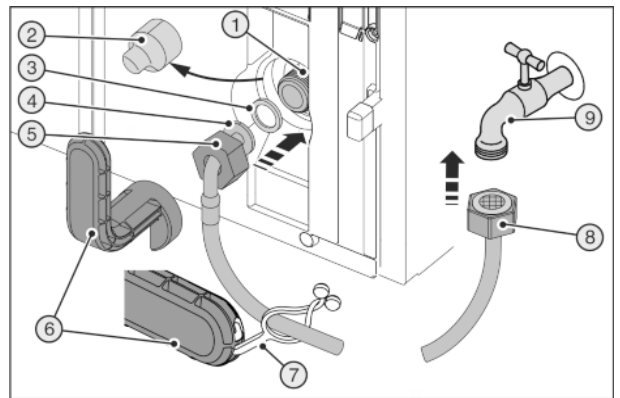
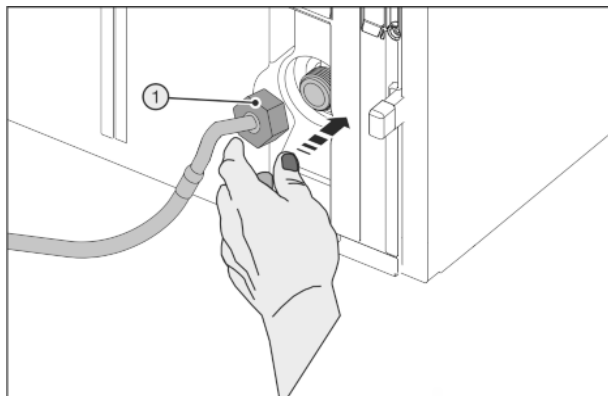

Fig. 28
Fig. 29
Zerbrochenes Hilfswerkzeug Fig. 28 (6)!
- ▶ Hilfswerkzeug Fig. 28 (6) ausschließlich bei Raumtemperatur verwenden.
- ▶ Abdeckung Fig. 28 (2) abziehen.
- ▶ Erleichterte Montage: Gerades Schlauchende Fig. 28 (8) nach links auf den Boden auslegen.
- ▶ Mutter Fig. 28 (5) über abgewinkeltes Schlauchende Fig. 28 (4) bis zum Ende schieben und festhalten.
- ▶ Dichtung Fig. 28 (3) befeuchten und in Mutter Fig. 28 (5) andrücken.
- ▷ Dichtung Fig. 28 (3) liegt flach an und wird leicht gehalten.
- ▶ Mutter Fig. 29 (1) vorsichtig ansetzen und mit zwei Fingern gerade auf Gewinde schrauben, bis ein sicherer Sitz erreicht ist.
- ▶ Mutter Fig. 29 (1) mit Hilfswerkzeug Fig. 28 (6) im Uhrzeigersinn festziehen bis maximales Drehmoment erreicht ist und Hilfswerkzeug Fig. 28 (6) überdreht.
- ▶ Mutter Fig. 28 (8) auf Absperrhahn Fig. 28 (9) schrauben.
- ▶ Mutter Fig. 28 (8) mit Hilfswerkzeug Fig. 28 (6) im Uhrzeigersinn festziehen bis maximales Drehmoment erreicht ist und Hilfswerkzeug Fig. 28 (6) überdreht.
- ▶ Absperrhahn Fig. 28 (9) der Wasserzuführung öffnen und gesamtes Wassersystem auf Dichtigkeit prüfen.
- ▶ Lasche Fig. 28 (7) in Hilfswerkzeug Fig. 28 (6) einhaken und zur Aufbewahrung am Edelstahlschlauch befestigen.